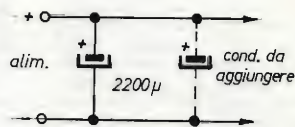

figura 7a - 1ª modifica.
1) Incrementare le capacità interne in modo da avere un certo serbatoio di corrente nei veloci transistori dei brani musicali, raddoppiando il valore capacitivo dei condensatori di alimentazione (vicino ai trasformatori). Portare il valore da 1000  $\mu\text{F}$  a 2200  $\mu\text{F}$  ed oltre (figura 7a).